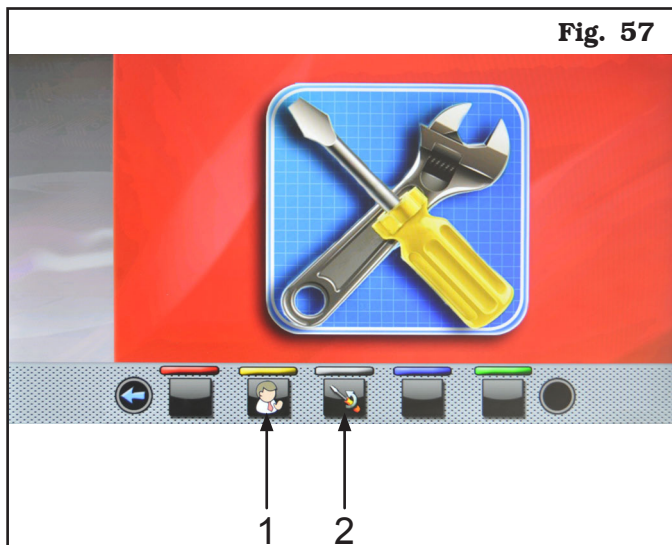

Fig. 57
Genom att trycka på knappen  (Fig. 57 ref. 2) visas på monitorn följande skärmsida: